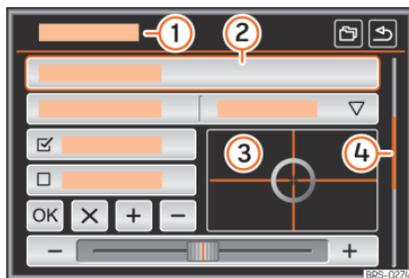

Abb. 204 Übersicht einiger der Funktionstasten des Bildschirms.
Funktionsflächen starten Funktionen oder öffnen weitere Untermenüs. In den Untermenüs wird in der Titellinie das aktuell ausgewählte Menü **» Abb. 204 ①** angezeigt.